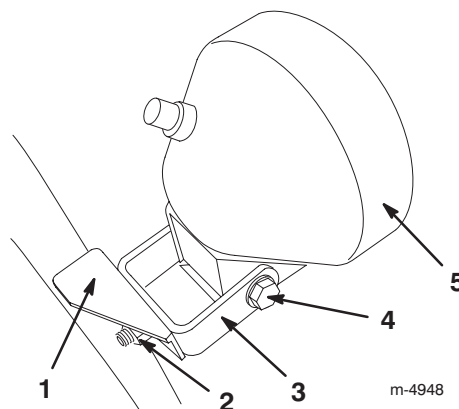

Bild 24
- Lockern Sie die beiden Muttern an der U-Schraube, mit denen die Scheinwerferhalterung am Griff befestigt ist (Bild 24).